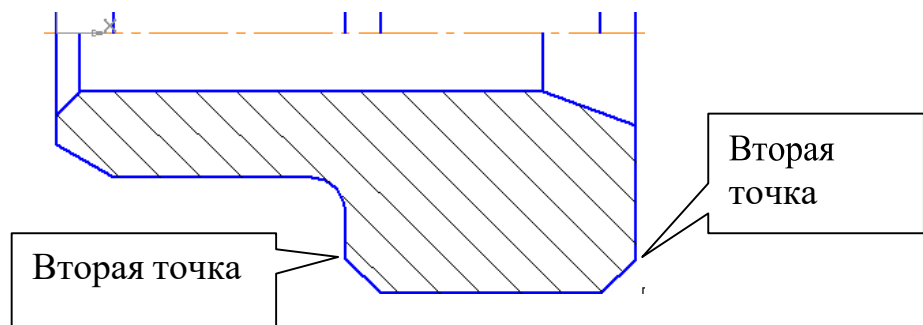

Рис. 19
1. Выполните контур верхней части изображения детали, рис. 19.
Зафиксируйте положение размерной линии щелчком левой кнопки мыши и укажите следующие (вторые) точки, определяющие размеры «50» и «100», рис. 19.